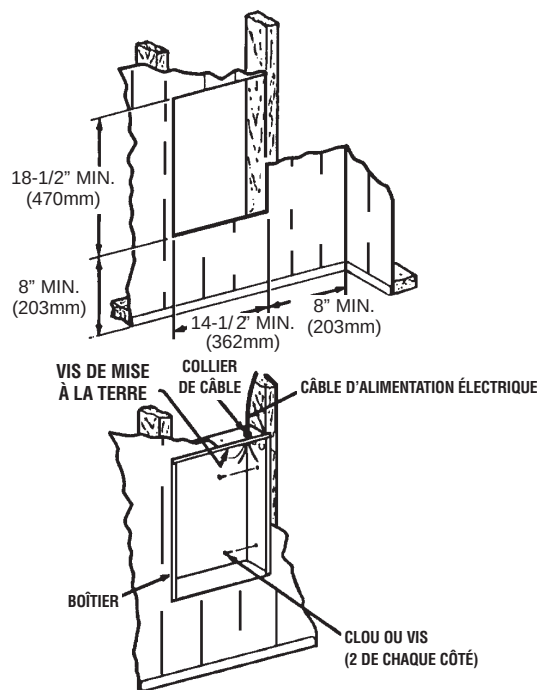

Fig. 2 : Positionnement du boîtier encastré dans une construction existante
- Faire une ouverture murale de 362 mm de large par 470 mm de haut à la hauteur de fixation désirée, mais pas à moins de 203 mm des murs adjacents. (Voir la figure 2.)